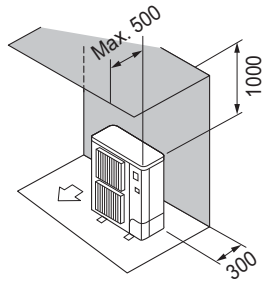

Fig. 3-6
- ② Hindernisse nur auf der Rück- und Oberseite (Fig. 3-6)